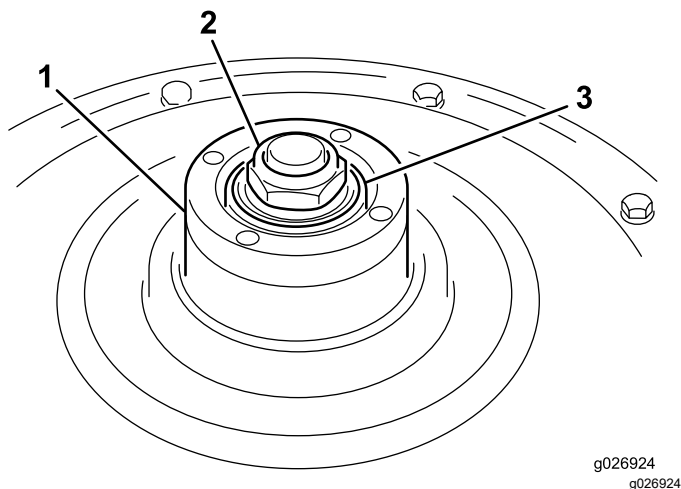

Figure 13
2. Faites tourner le moyeu de roue (Figure 13) pour contrôler le réglage du roulement. Vous devriez sentir une légère résistance quand vous faites tourner le moyeu. Si vous ne sentez pas de résistance, serrez l'écrou du moyeu de roue (Figure 13) jusqu'à ce que vous sentiez une légère résistance quand vous faites tourner le moyeu.
3. Contrôlez l'état du joint torique et assurez-vous qu'il est bien engagé à l'intérieur du moyeu de roue (Figure 13).